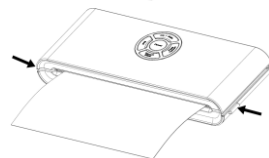

Рис. 5
6. Нажмите кнопки подъема крышки, чтобы извлечь пакет. Пакет готов для вакуумной упаковки. — Рис. 5